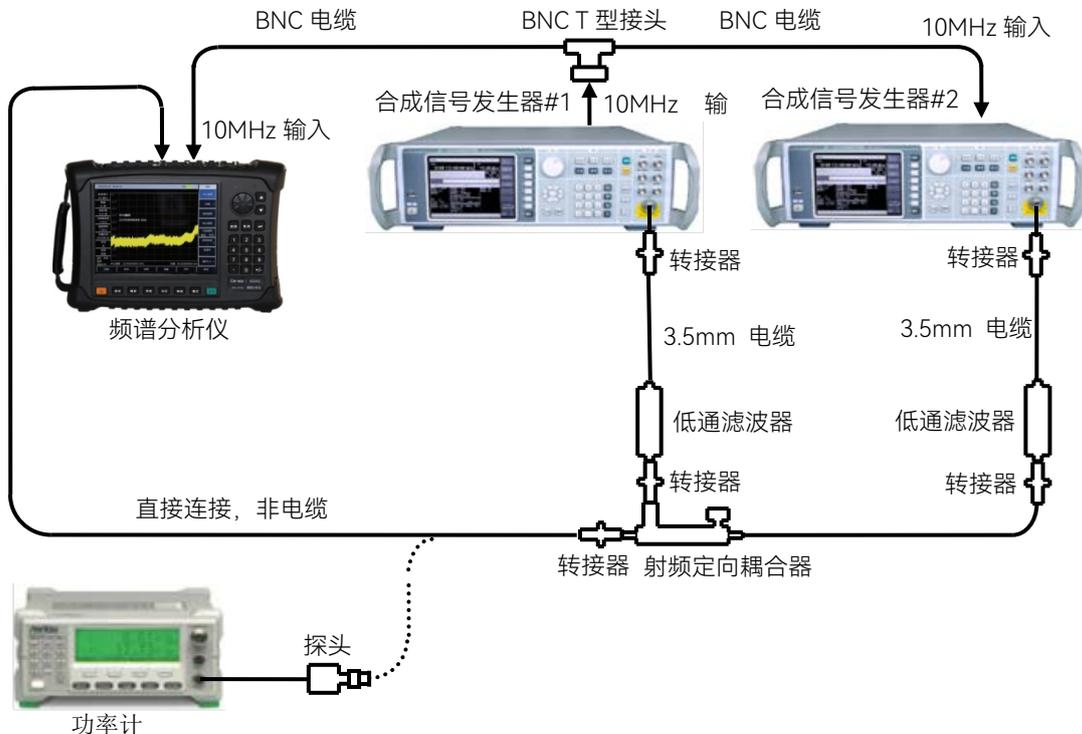

图 14.11 三阶交调失真测试设置 (50MHz~4GHz)
1) 如图 14.11 连接仪器，图中选择射频定向耦合器，根据测试频点选择合适的低通滤波器和转接器，不把定向耦合器接到频谱分析仪上。